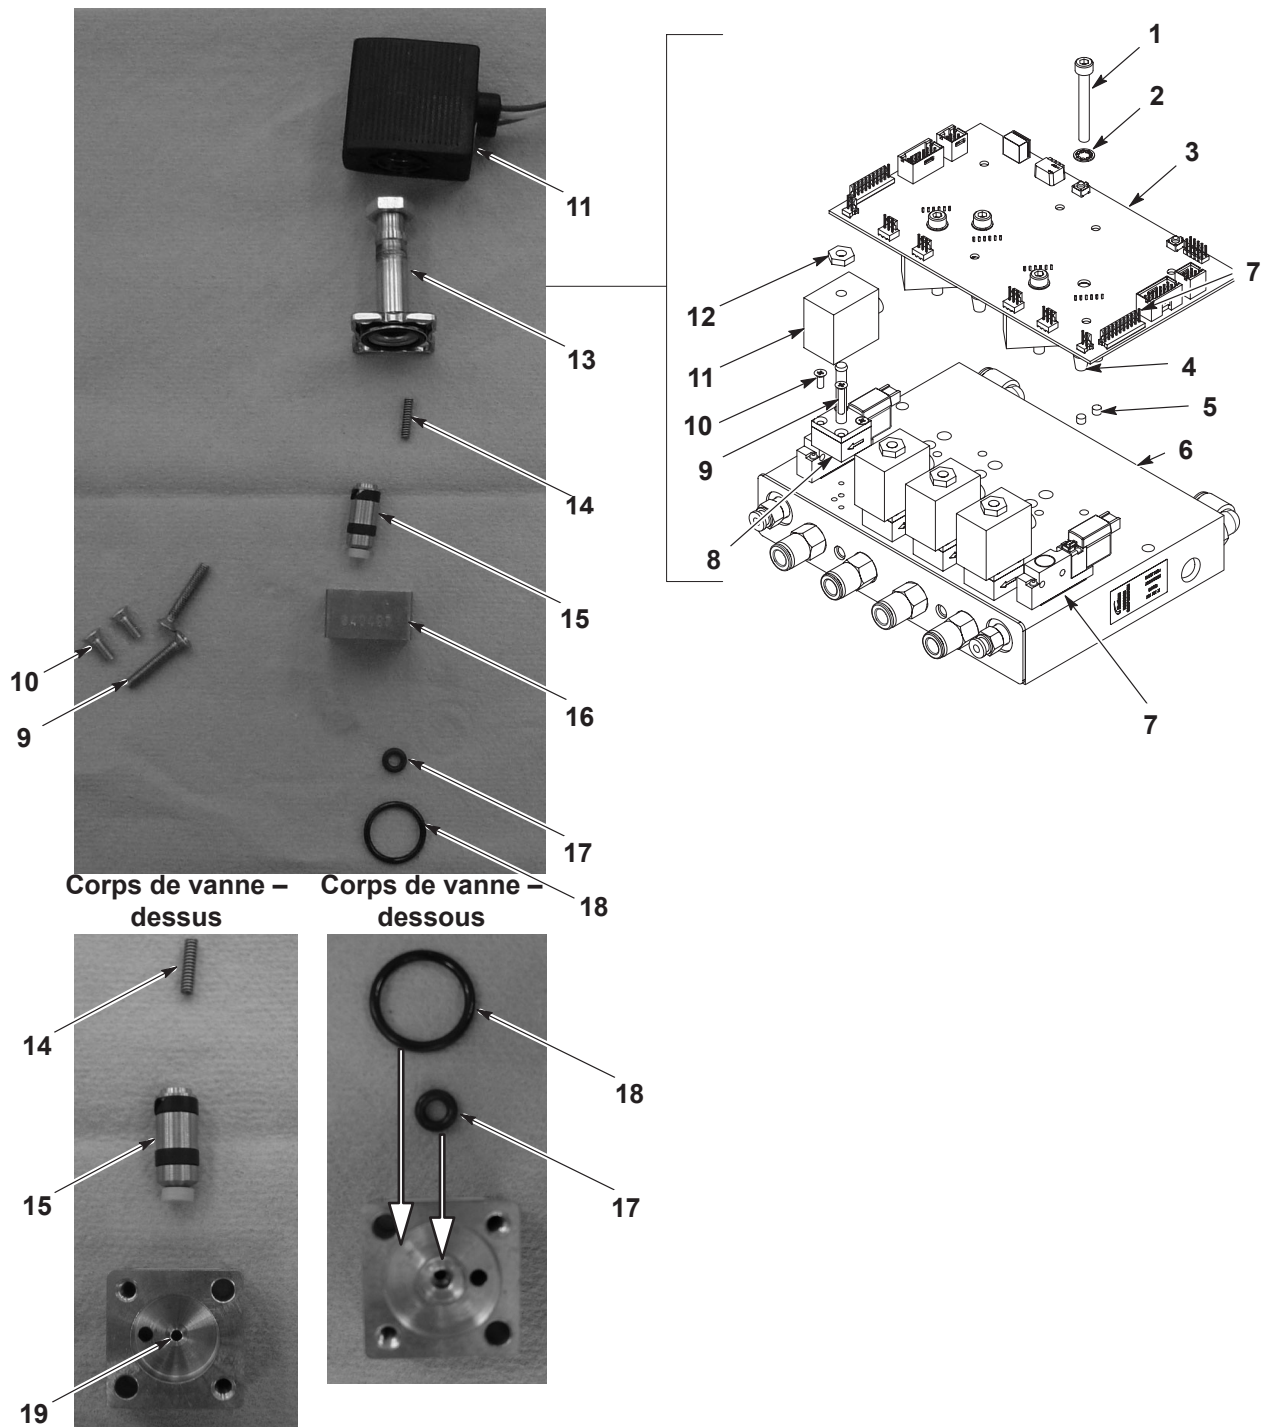

Figure 6-5 Nettoyage et réparation du module iFlow
Voir la Figure 6-5. Une source d'air encrassée peut entraîner un dysfonctionnement de la vanne proportionnelle (8). Suivre ces instructions pour démonter et nettoyer la vanne.
1. Débrancher les fils de la bobine (11) de la carte (3). Retirer l'écrou (12) et la bobine de la vanne proportionnelle (8).
2. Retirer les deux longues vis (9) pour pouvoir déposer la vanne proportionnelle du collecteur.
3. Retirer les deux vis courtes (10) puis déposer la tige de la vanne (13) du corps de vanne (16).
4. Retirer la cartouche de vanne (15) et le ressort (14) de la tige.
Voir la Figure 6-5. Pour démonter les électrovannes des pistolets (7), retirer les deux vis dans le corps de vanne et soulever la vanne du collecteur.
Voir la Figure 6-5.